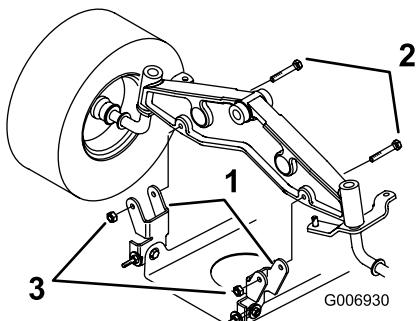

Figura 39
8. Retire los pernos y las contratuerca y tire hacia abajo de los dos soportes de pivote del cortacésped para separarlos del eje delantero (Figura 39).